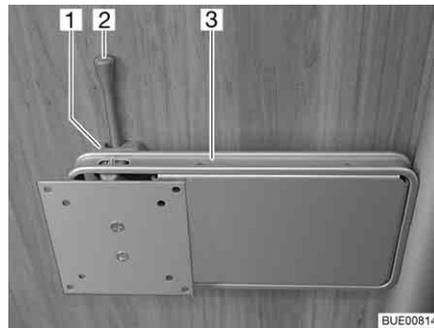

Fig. 44 Fijación en la columna
- Empujar la palanca de desbloqueo (Fig. 44,2) hacia el lado y girar el soporte (Fig. 44,3) junto con la pantalla plana a la posición deseada.
- Girar la pantalla plana hacia la posición inicial hasta que el soporte (Fig. 44,3) engatille en el bloqueo (Fig. 44,1).